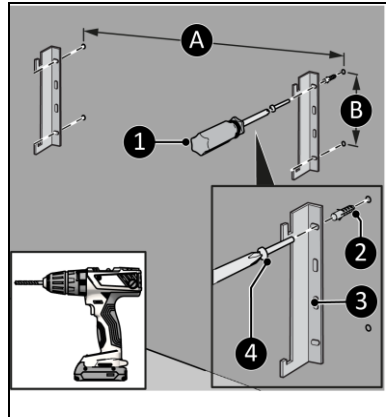

Figura 10
4. Faceți patru găuri pentru suporturi, cele două găuri inferioare la cel puțin 125 mm deasupra podelei. Distanța dintre găurile verticale (Figura 10, poz. B) este de 105 mm. Distanța dintre găurile orizontale este de aproximativ (Figura 10, poz. A și B)*:
5. Montați prize de perete (Figura 10, poz. 2).
6. Înșurubați și strângeți suporturile din stânga și dreapta (Figura 10, poz. 3) pe perete cu un șurub mare (Figura 10, poz. 4), folosind o șurubelniță cu cap în cruce (Figura 10, poz. 1).